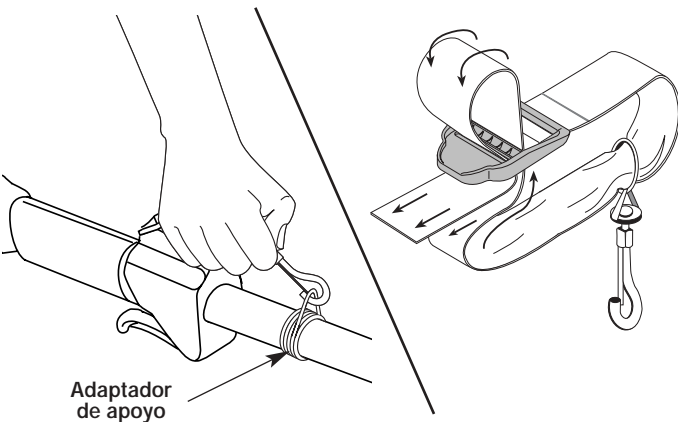

Fig. 5
2. Pase la correa sobre la barra transversal y hacia abajo a través de la ranura de la hebilla (Fig. 5).
3. Coloque el arnés por encima de su cabeza y sobre su hombro. Abroche en el adaptador de apoyo (Fig. 5).